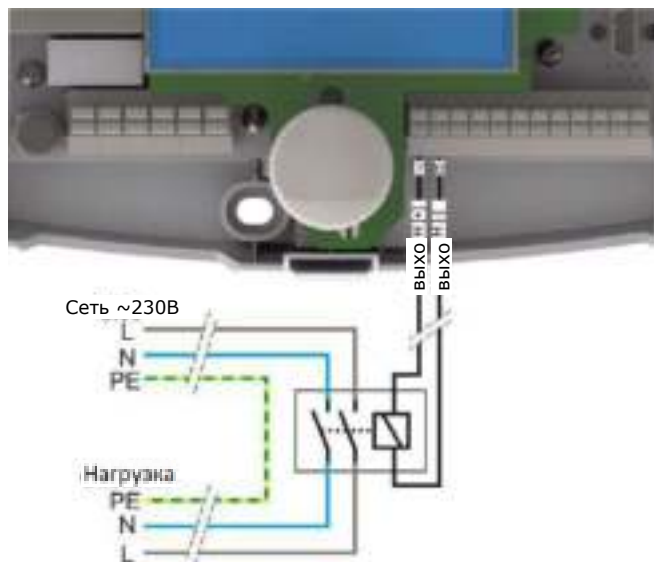

Рис. 16-10 Подключение реле к выходу Н
В случае подключения тэна необходимо применить реле, подключенное как показано на рисунке Рис. 16-10. Провод соединяющий контроллер с реле не должен иметь большего сопротивления чем 1 Ω (смотри Таблица длины и сопротивления проводов в разделе посвящённом компенсации длины проводов 19.2.1).
1. **Однополярно с возвратной пружиной:** В случае использования данного клапана, нужно подключить его к выходу **Н** через реле так, как показано на Рис. 16-10.